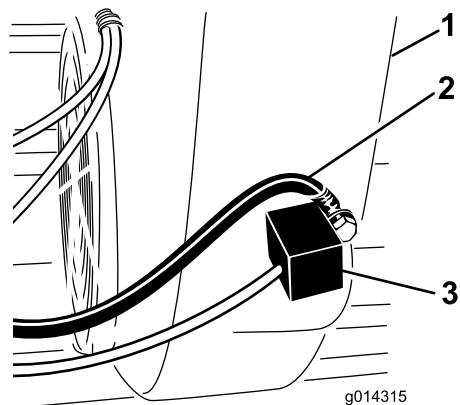

Bild 5
6. Ermitteln Sie das Motorzündungsmodul an der Unterseite der Motorhaube (**Bild 5**).